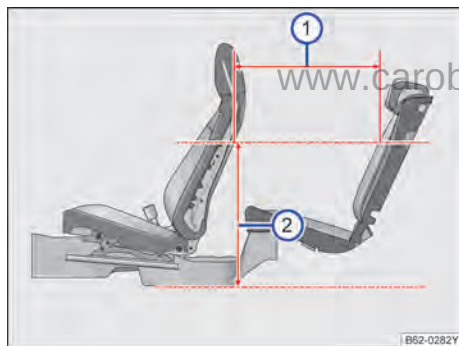

图 64 座间距
当前后排座椅都位于设计位置时，在距离地板位置 620mm 处 →图 64 ②，座间距为 706mm →图 64 ①。